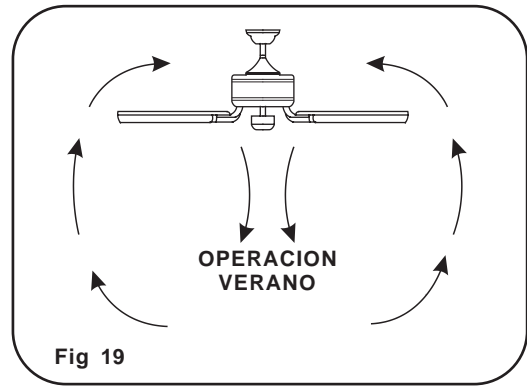

Fig 19
**Clima Caliente:** Una corriente de aire descendiente crea un efecto refrescante como se muestra en la Fig. 19 esto permite ajustar el aire acondicionado a una temperatura mas alta sin que esto afecte su bienestar.